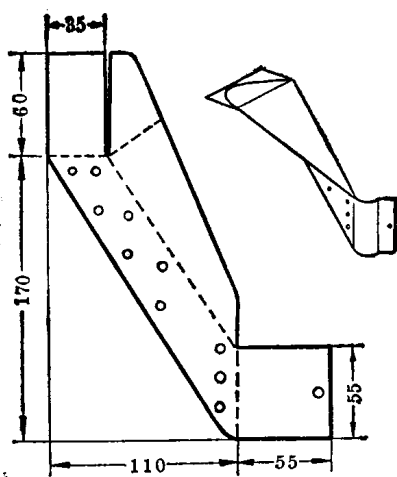

图 2-10 撑 架
5. 撑架 撑架用来把放大机的主体支撑起来。它可以用白铁皮或铝片来做。按图 2-10 的尺寸,做两块板件,然后焊接或铆接成图 2-10 中立体图的样子,就成了。